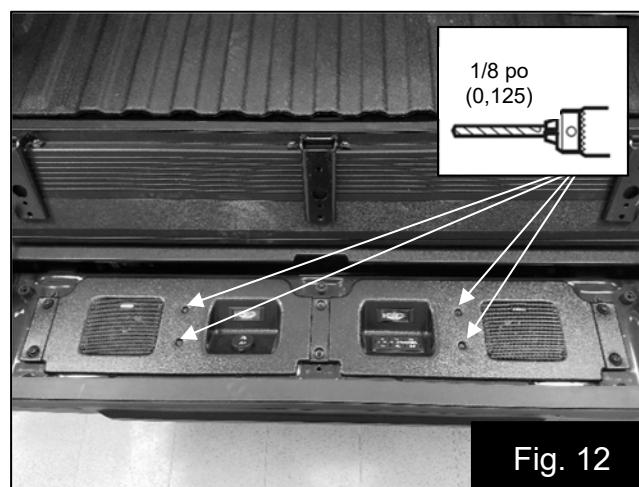

Fig. 12
17. Installez temporairement le baffle des haut-parleurs et installez sans serrer les six boulons de remplacement fournis. Fig. 12
19. Pré-percez les quatre trous de guidage pour les vis à filetage fin fournies, à l'aide d'un foret de 1/8 po (0,125), puis retirez les boulons et le baffle des haut-parleurs. Fig. 12